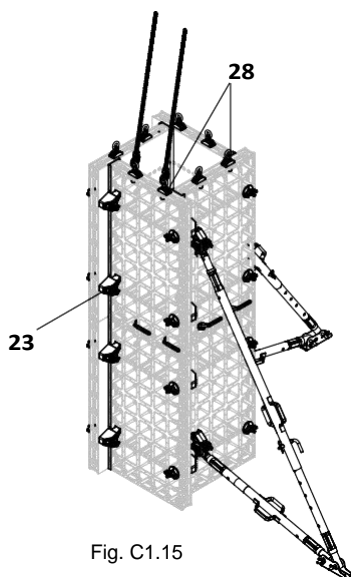

Fig. C1.15
1. Закачете двойна верига към крановите халки на единицата от елементи, която е без вертикализатори. (Fig. C1.15)